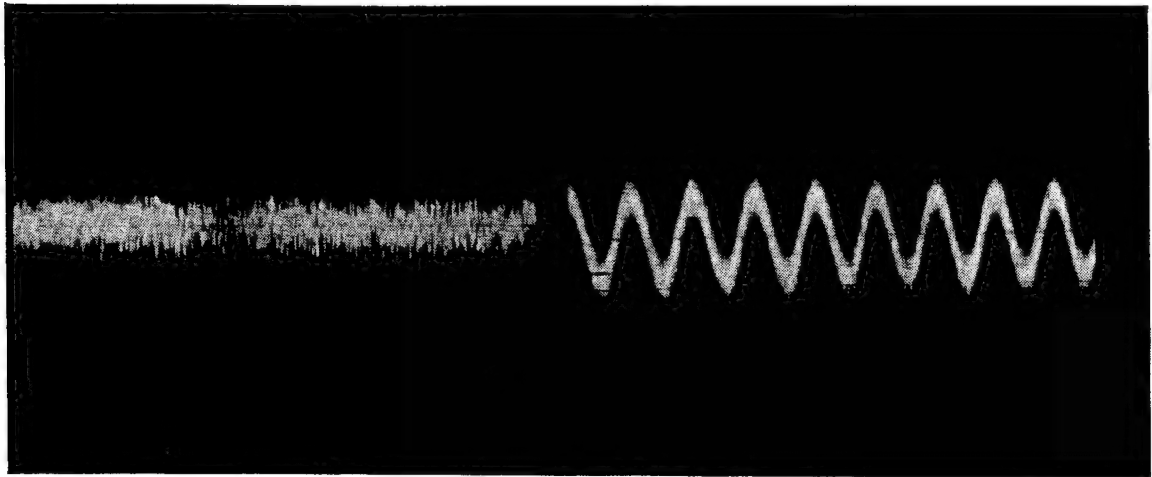

Abb. 1 Kontrolle der Empfängerempfindlichkeit
Der HF-Spannungsteiler ⑫ und ⑬ ist soweit zurückzudrehen, daß auf dem Oszillographenbild nur mehr das Rauschen des Empfängers sichtbar ist. Am Oszillographen ist die Rauschamplitude auf z. B. 1 cm einzustellen und mit dem HF-Spannungsteiler ⑬ das HF-Signal soweit zu erhöhen, bis die Signalamplitude den doppelten Wert (z. B. 2 cm) der Rauschamplitude auf dem Oszillographenbild beträgt (Abb. 1).